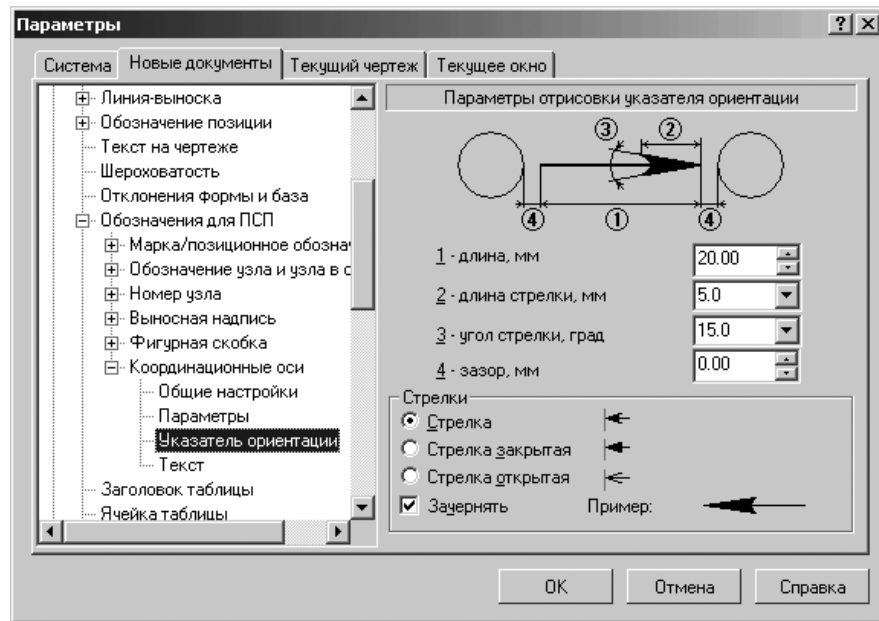

Рис. 10.69. Диалоговое окно **Параметры** с открытой вкладкой **Новые документы** и панелью **Параметры отрисовки указателя ориентации**
- щелкните в списке настраиваемых элементов **+** **Координационные оси** по пункту **Указатель ориентации**. В правой части появится панель **Параметры отрисовки указателя ориентации**, показанная на рис. 10.69;